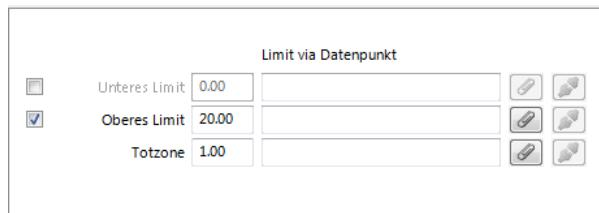

Abbildung 30: Alarmbedingung für einen analogen Wertebereich.
11. Für einen Alarm eines analogen Wertebereichs füllen Sie die Alarmbedingung wie in Abbildung 30 gezeigt aus. Wählen Sie dazu **Unteres Limit** und **Oberes Limit** und aktivieren Sie diese, wenn erforderlich. Geben Sie eine **Totzone** ein, um eine Hysterese zu definieren. Sie können auch Datenpunkte für diese Limits an- und abhängen. Dies kann auch durch Editieren der Property Relations ‘lowLimit’, ‘highLimit’ und ‘deadband’ (siehe Abschnitt 12.6.9) erreicht werden.